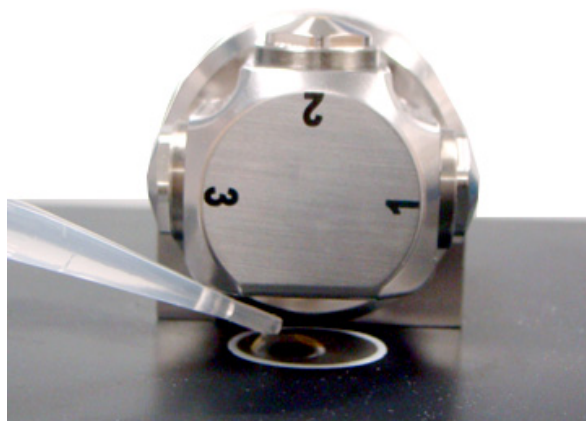

Figura 17. Colocación de la muestra en el visor inferior del accesorio DialPath
- 3 Asegúrese de que la muestra cubra toda el área de superficie del visor inferior (consulte la Figura 17).